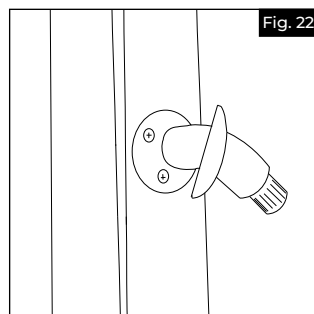

Fig. 22
- c. Glisser le couvercle de garniture sur le retour de poteau, mais NE PAS l'enclencher jusqu'à ce que l'installation de la main courante soit terminée (Fig. 22).